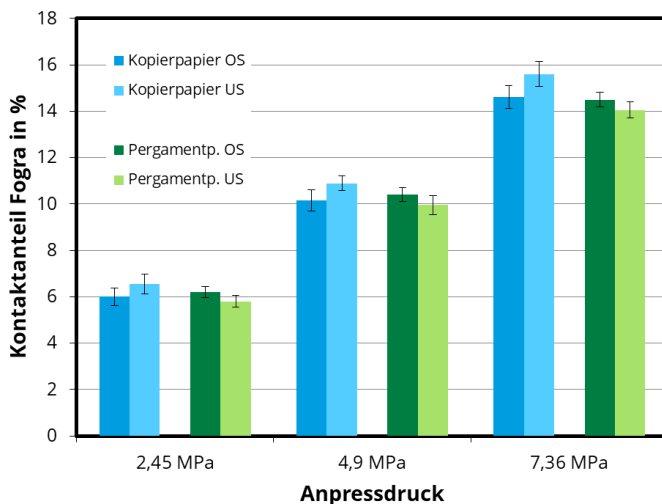

Abbildung 3: Kontaktanteil nach FOGRA in Abhängigkeit vom Anpressdruck für Kopierpapier (blau) und Pergamentpapier (grün)
- **In grafischen Darstellungen verwendete Zeichen und Abkürzungen („OS“, „US“ und „Pergamentp.“ in Abbildung 3) gehören ins Abkürzungsverzeichnis!**